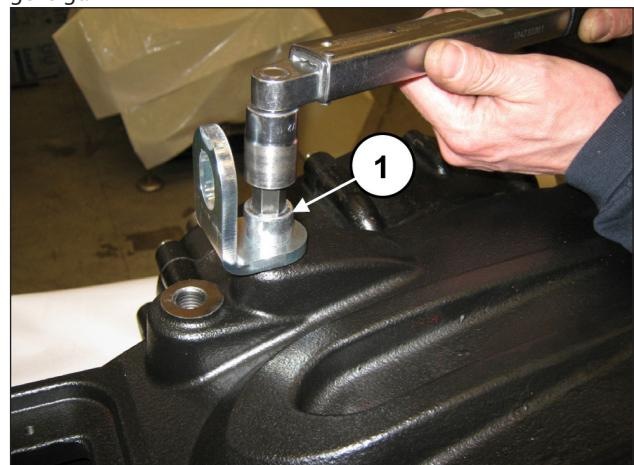

Abb. 95
Setzen Sie die Passfeder 14x9x60 in das Ritzel ein. Bringen Sie die Verschlüsse und Hebebügel mit den entsprechenden Schrauben M16x30 an (Pos. ①, Abb. 95). Eichen Sie die Schrauben mit einem Drehmomentschlüssel, wie in Kapitel 3 EICHWERTE FÜR DEN SCHRAUBENANZUG gezeigt.